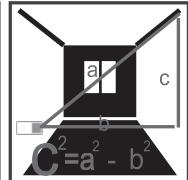

Fig. 11
- Mesure indirecte (théorème de Pythagore) : Figure 11.